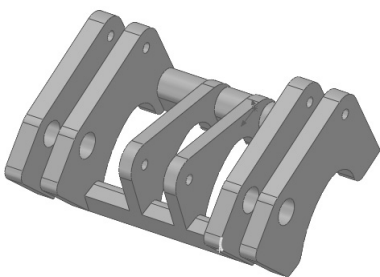
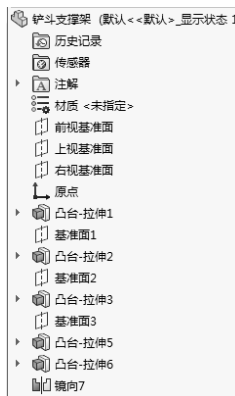

图 8-24 打开的文件实体
图 8-25 基座的 FeatureManager 设计树
- 1) 打开文件实体，如图 8-24 所示。基座的 FeatureManager 设计树如图 8-25 所示。